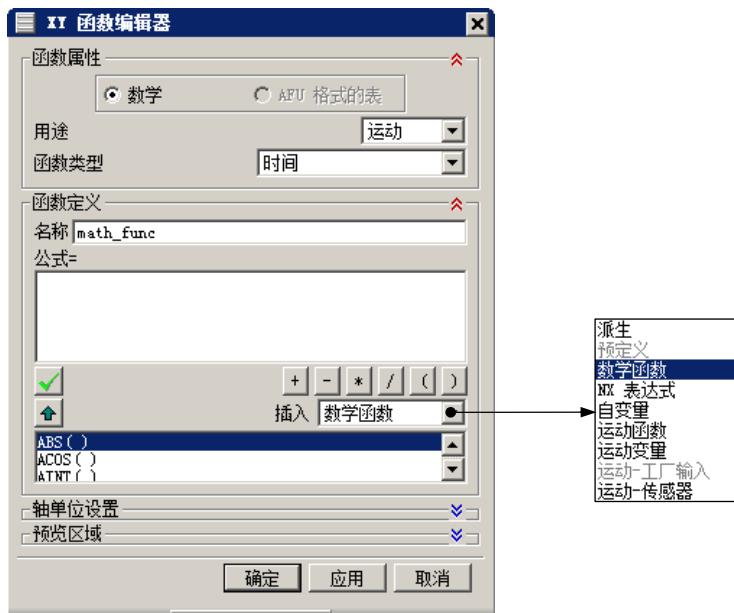

图 7.3.4 “XY 函数编辑器”对话框
Step4. 单击“XY 函数管理器”对话框中的“新建”按钮 ，系统弹出图 7.3.4 所示的“XY 函数编辑器”对话框，在该对话框中可以定义各种函数。